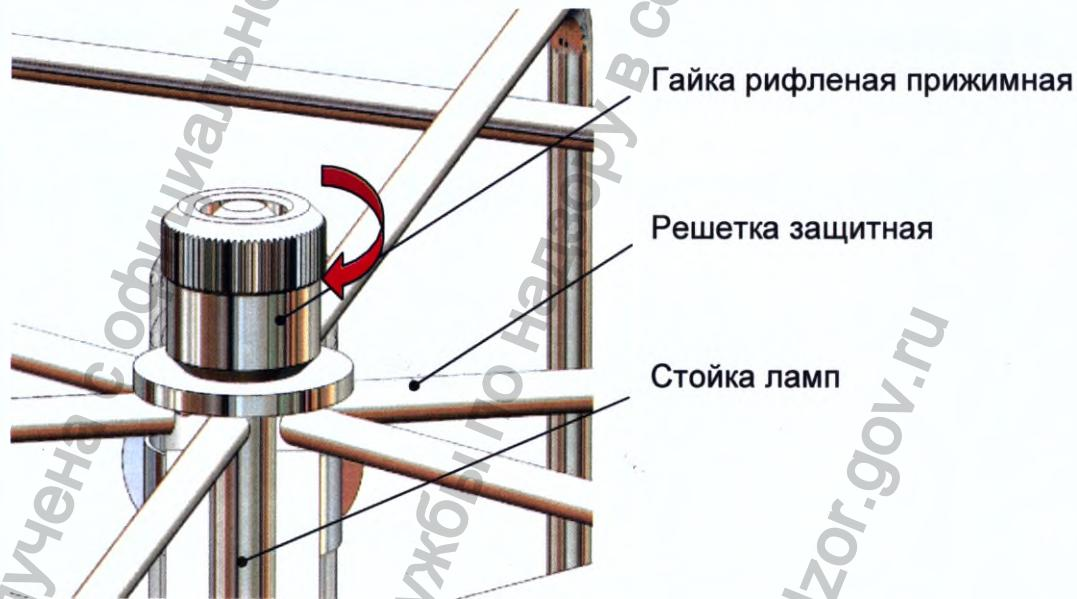

Рис. 23. Фиксация решётки защитной
- 6.8 Зафиксировать решетку защитную гайкой рифлённой прижимной (рис. 23). Гайку закручивать вручную, без применения инструмента, до контакта с решёткой. При транспортировке гайка рифлённая прижимная зафиксирована на стойке ламп.
- Установить решетку защитную, зафиксировав ее прижимной гайкой (п.6.7 рис. 22 и п.6.8 рис. 23).
- Установить решетку защитную, зафиксировав ее прижимной рифлённой гайкой (п.6.7 рис. 22 и п.6.8 рис. 23).
- Слегка прижать решетку к панели, закрутив гайку рифлённую прижимную рис. 23.